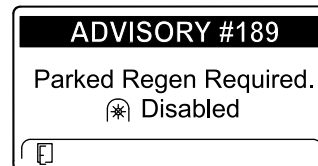

Figure 46
- Si vous n'effectuez pas de régénération en stationnement dans les 2 heures, l'InfoCenter affiche qu'une régénération en stationnement est nécessaire – prise de force désactivée AVIS N° 189 (Figure 46).